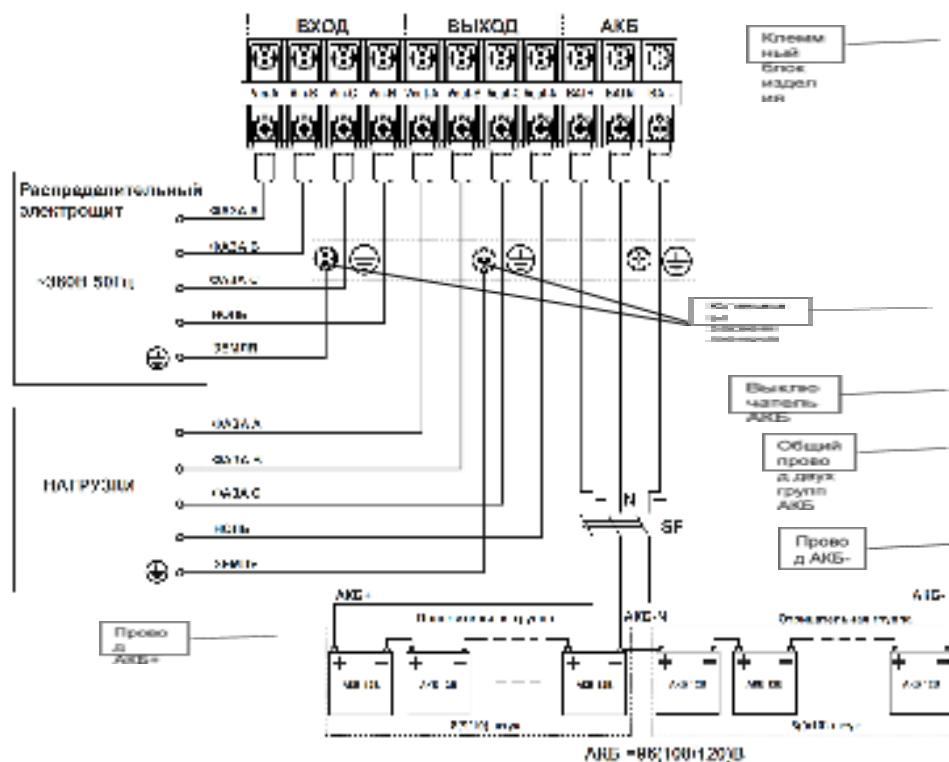

Рисунок 23 — Схема подключения изделия и монтажа аккумуляторной батареи.
Между АКБ и изделием должен быть подключен автоматический выключатель постоянного тока (SF, на номинальный ток **63А**, см. рисунок 23).
- подключение кабелей к клеммному блоку выполнайте в соответствии со схемой (см рисунок 23) и маркировкой, нанесенной на клеммном блоке изделия;
- подключите провода заземления кабелей подключения питающей сети и нагрузки к клеммам заземления (см. рисунок 23);
- Включите защитный автоматический выключатель АКБ (SF) (см. рисунок 23), подождите около 30 секунд;